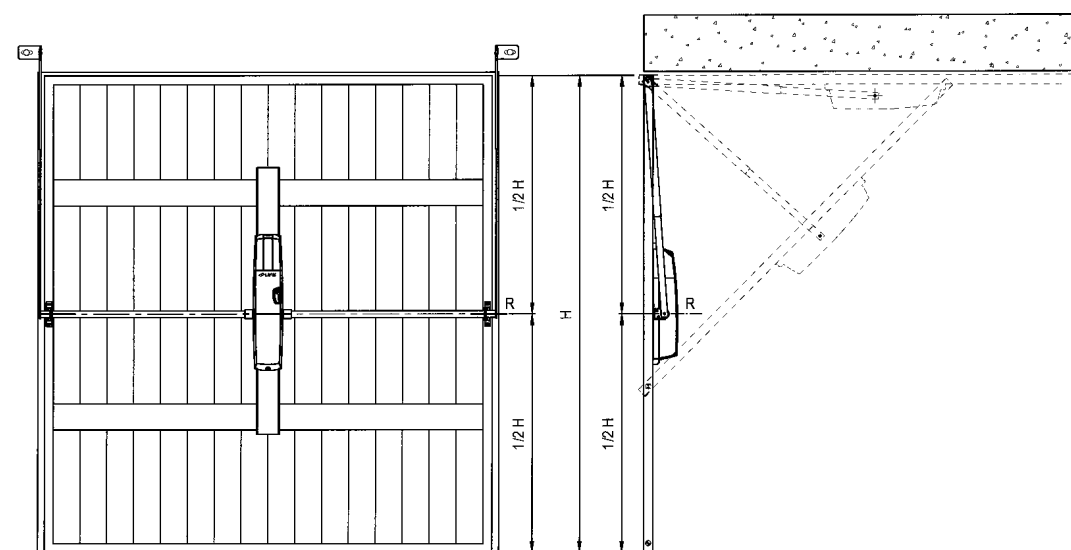

Fig. 11
#### (B) Porte basculante à renforcement total, non débordante (fig. 11).